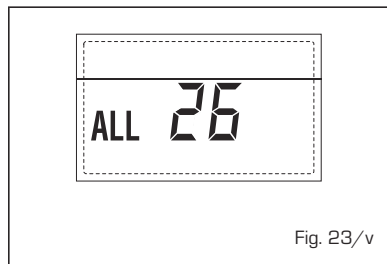

Fig. 23/v
**- ANOMALÍA COHERENCIA APLICACIÓN SOLAR "ALL 27" (fig. 23/w)**